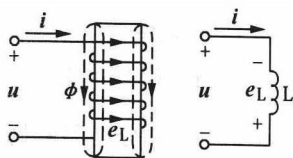

图 1-3 电感元件外形及符号
当流过线圈的电流发生变化，线圈中会产生磁场。电感就是表示一个通以变化电流线圈与周围磁场性能相互关系的物理量。电感通常又分为自感和互感，自感用  $L$  表示，互感用  $M$  表示，单位都是亨利 (H)，常用的单位还有毫亨 (mH)， $1H = 10^3 mH$ 。电路中的电感元件外形及符号见图 1-3。